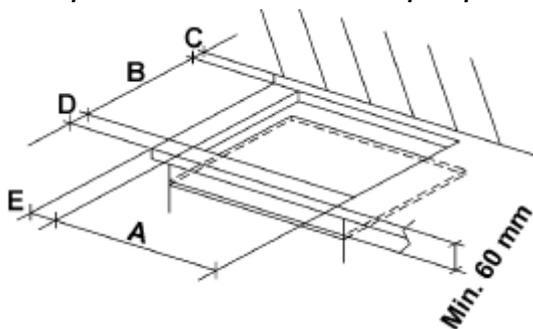
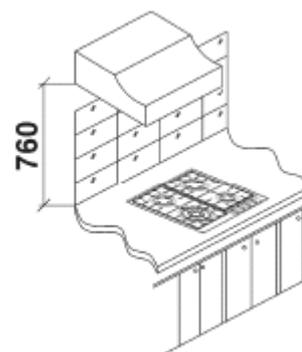

Рис.7
Рис.8
Размеры прямоугольного отверстия, которое необходимо вырезать в столешнице, в которое устанавливается варочная панель, показаны на рис.7, при этом нужно соблюдать расстояния до соседних объектов (рис.8)
- Чтобы избежать неполадок в работе варочной панели, нужно под панелью, установленной в столешницу, поместить деревянный сепаратор на расстоянии 60 мм от низа панели и закрепить его при помощи винтов (Рис.7). Этот разделительный элемент нужно установить таким образом, чтобы его можно было при необходимости удалить для получения доступа к варочной панели.